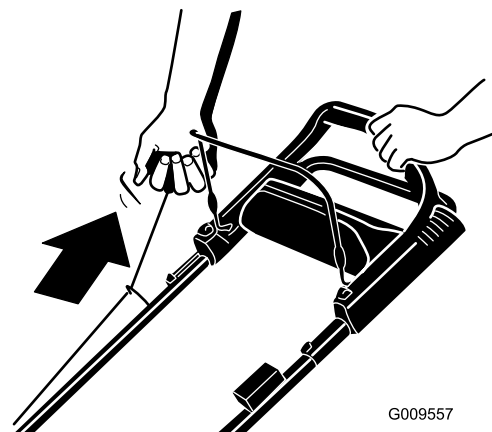

Figure 14
**Remarque:** Vous pouvez démarrer le moteur soit depuis la position de conduite (Figure 14), soit au niveau du moteur (avec la poignée du lanceur hors du guide du lanceur).